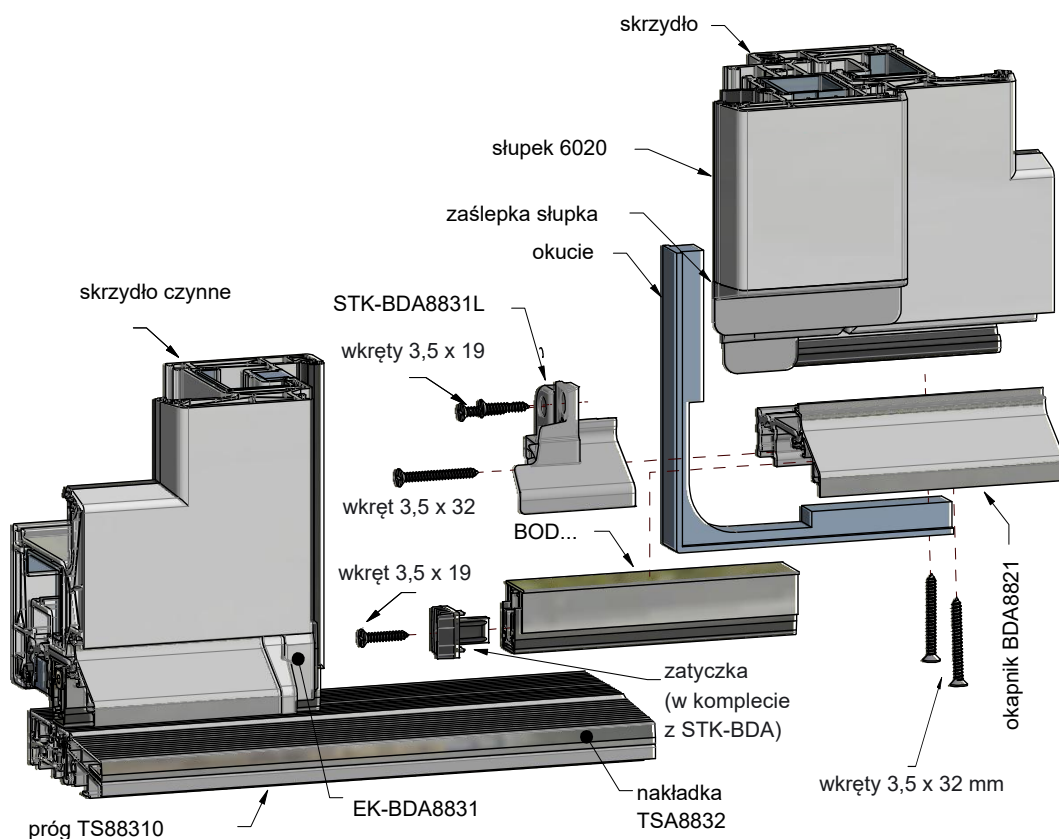

rys. 12
7. Zatyczkę, będącą częścią składową łącznika wciśnij w profil aluminiowy progu opadającego od strony zamykającej w skrzydle biernym. Od strony zawiasowej w skrzydle biernym przy końcówce okapnika GG-EK-BDA8761 profil progu opadającego jest odsłonięty (bez zatyczki). Dystans, który jest w komplecie z GG-STK-BDA8831, ma zastosowanie wyłącznie przy profilu słupka nr 9473. (rys. 12)